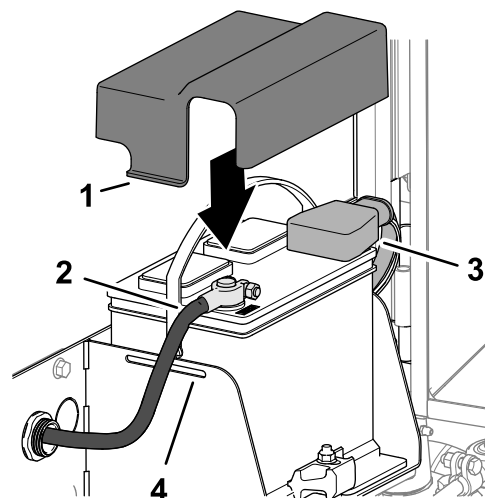

Figura 85
1. Instale o cabo positivo (vermelho) da bateria no polo positivo (+) da bateria (Figura 85).